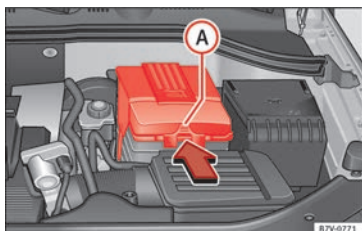

Fig. 172 En el vano motor: retire la cubierta de la batería del vehículo.
- En el caso de una cubierta: presione la lengüeta » **fig. 172 A** en el sentido que indica la flecha y retire hacia arriba la cubierta.